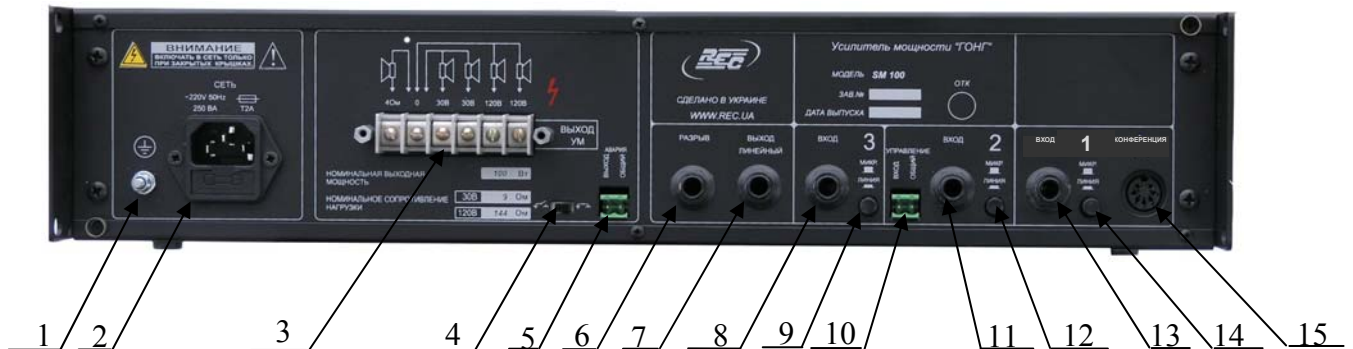

Рисунок 2
– при использовании УМ с пассивными источниками НЧ-сигнала (пульта конференцсистем, микрофоны и т. п.) переключатель  (поз.4, рисунок 2) устанавливать в замкнутое положение («схемный» общий провод подключен к корпусу УМ);
Клемма \oplus (поз.1, рисунок 2) является дополнительной и может быть использована для дополнительного (страховочного) заземления.